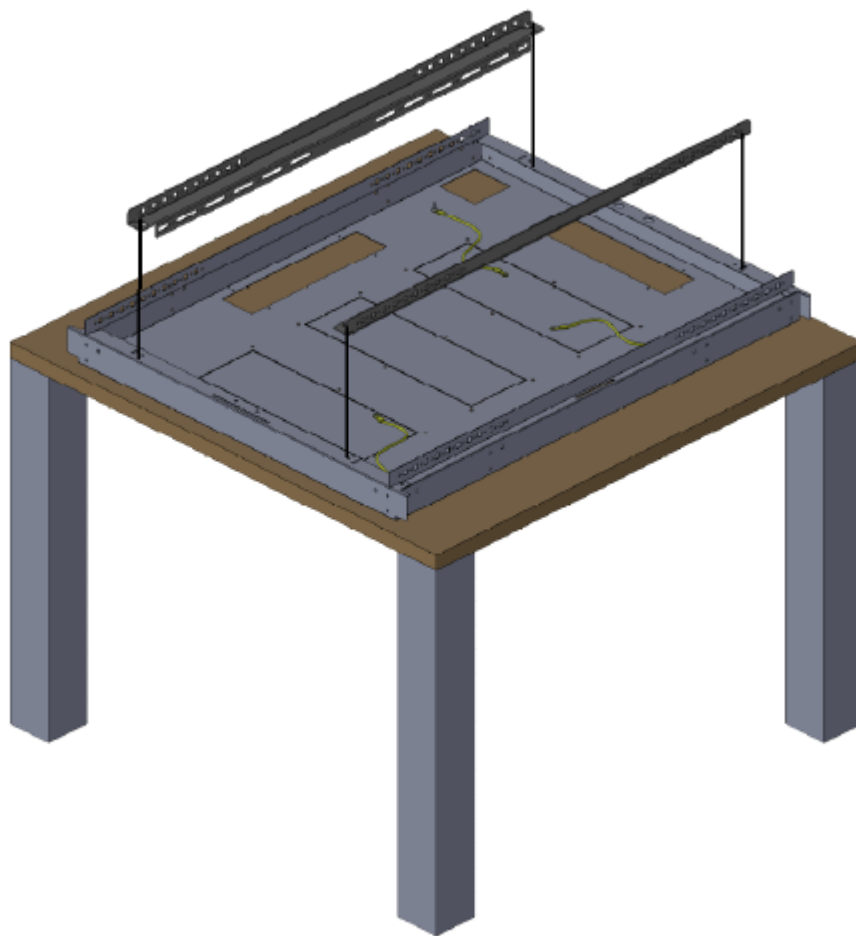

Рисунок 3. Установка боковых монтажных реек в корпусе шкафов шириной 800 мм.
3. В шкафах шириной 800 мм установите боковые монтажные рейки в верхней и нижней части корпуса и зафиксируйте их винтами М6×10 (рисунок 3).